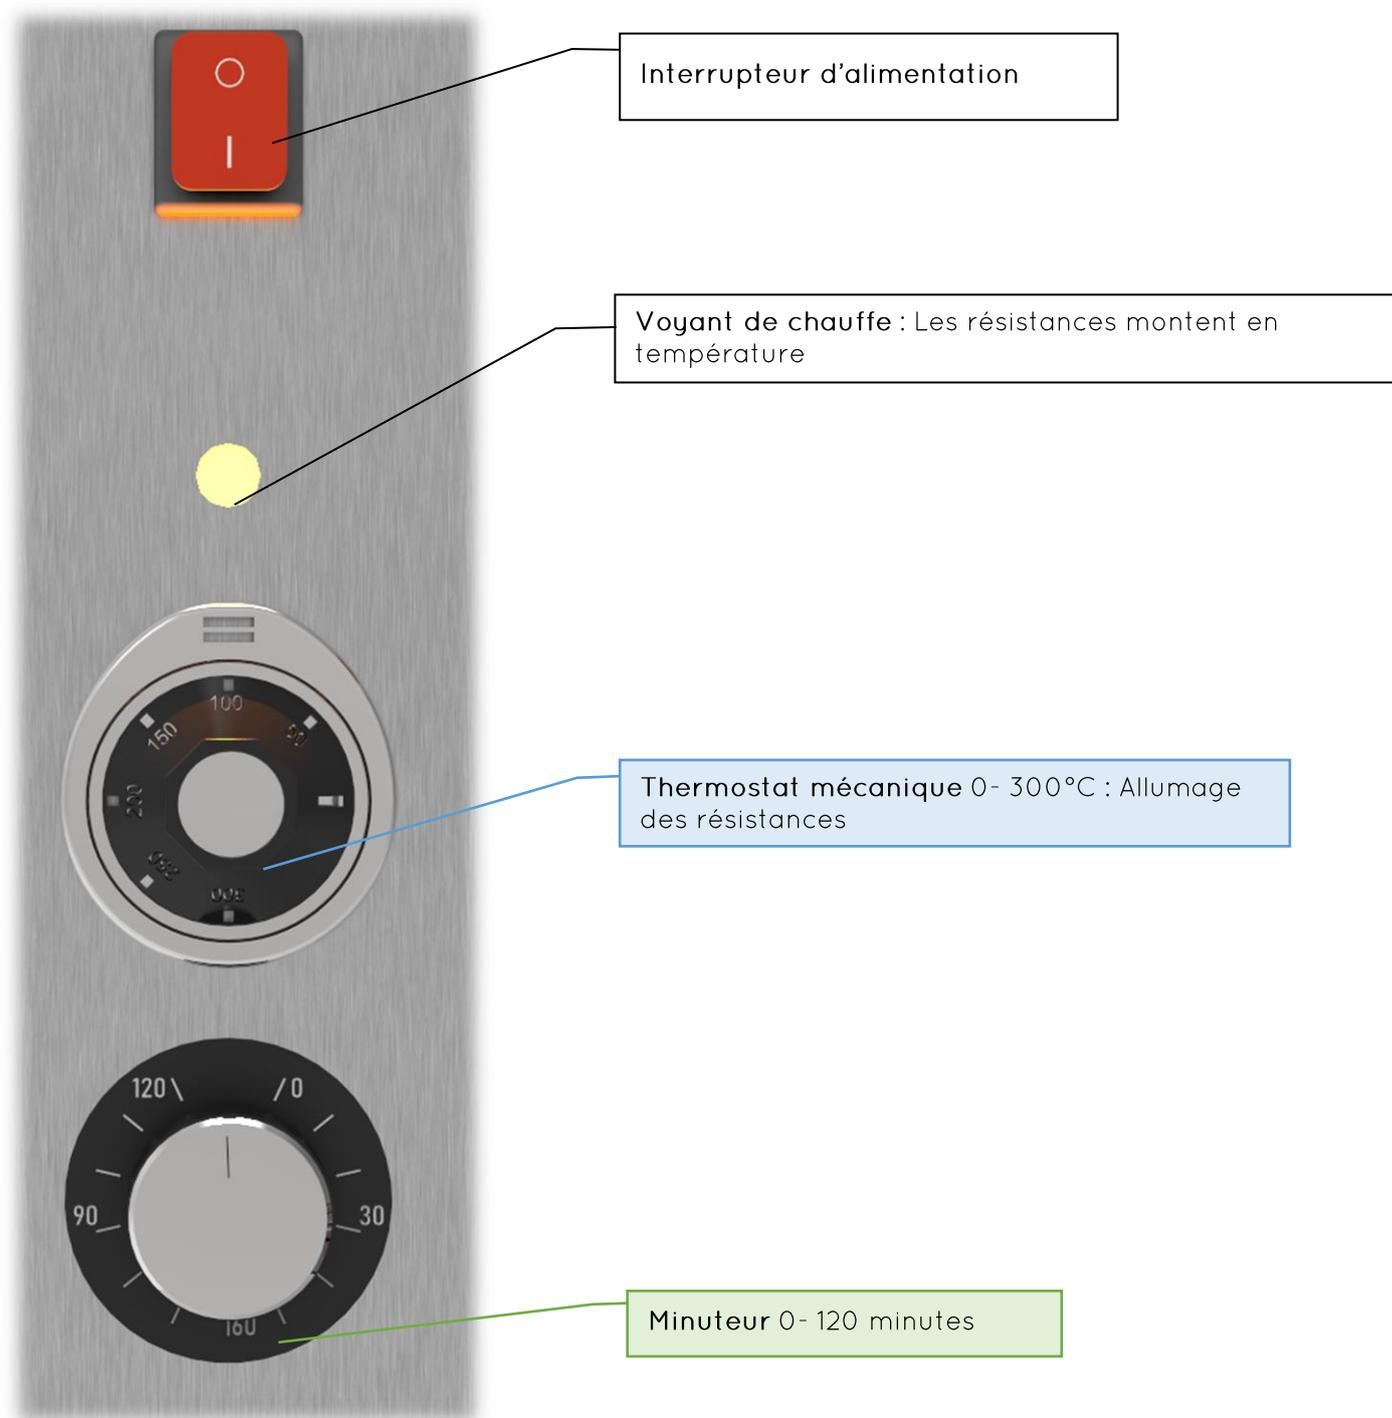

Fig. 3- (Tableau de commandes)
- D'un tableau de commande **13** (Fig. 3).